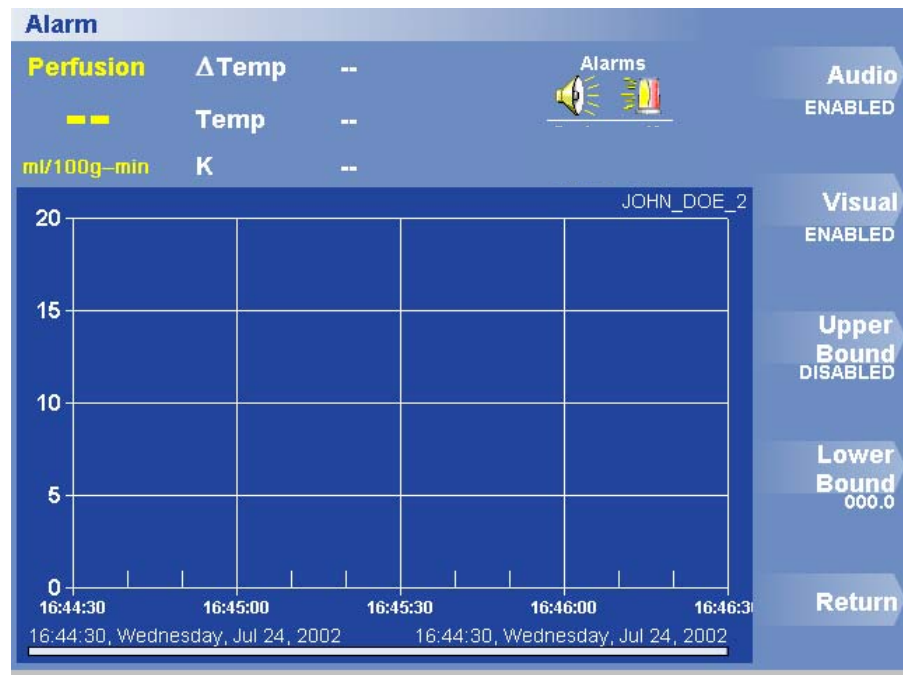

Figure 24. Menu Alarmes sonores et visuelles
2. Cliquez sur Set Alarm (Définir une alarme). Le menu Alarme apparaît (figure 24).
1. Cliquez sur Options > Set Alarm (Options > Définir une alarme). Le menu Alarme apparaît (figure 24). La valeur actuelle de la limite supérieure de l'alarme apparaît sous l'étiquette Upper Bound (Limite supérieure).